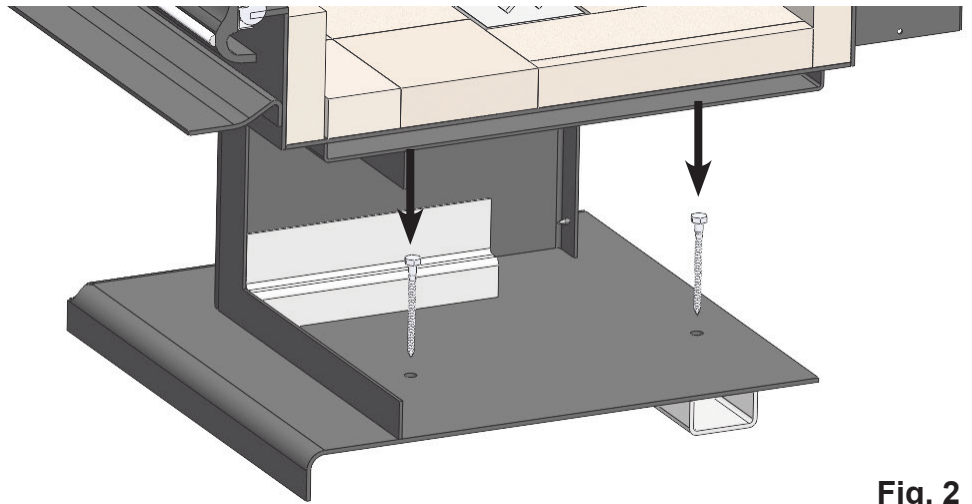

Fig. 2
- Pour le kit Ultra Piédestal (S.Z3903), utilisez des vis et des rondelles #10 à travers les deux trous dans le support d'angle arrière pour fixer le poêle au sol. **(Fig. 2)**